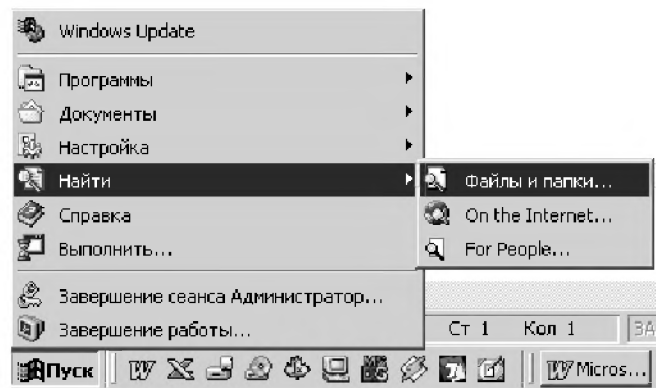
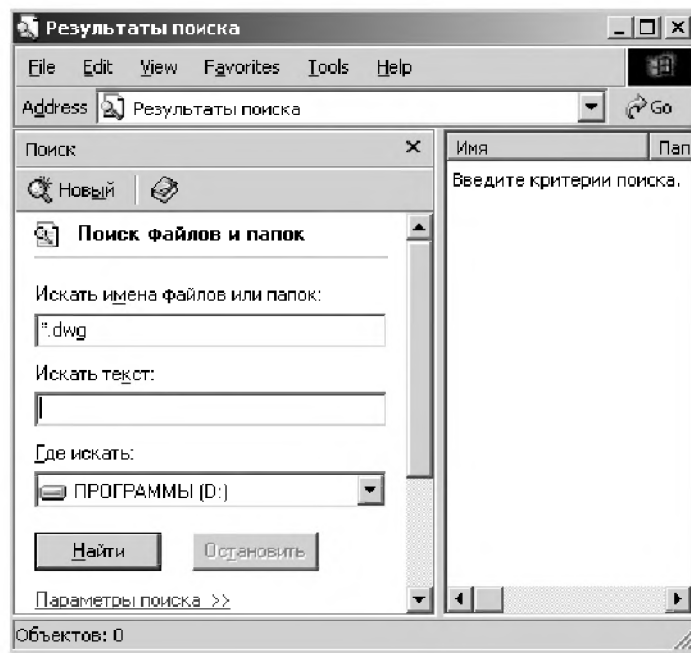

Рис. 1.6. Меню запуска программы поиска
Рис. 1.7. Диалоговое окно поиска файлов
Начнем с Рабочего стола, на примере ОС Windows 2000. Если вы работаете с другой ОС, то вы почувствуете только некоторые отличия в «картинках» на рабочем столе, но процедура поиска при этом не меняется. Щелкните мышью на панели задач по кнопке **Пуск**, когда появится меню, переместите указатель мыши на строку **Найти** и далее на строку **Файлы и папки**, см. рис. 1.6 и щелкните левой кнопкой мыши. Откроется диалоговое окно поиска, см. рис. 1.7. В этом диалоговом окне следует ввести определенные критерии поиска. В данном случае следует ввести в окно «Искать имена файлов или папок» текст «*.dwg» (звездочка, точка, dwg), а в окне «Где искать», щелкнув по кнопке , установить имя логического диска, на котором предполагается произвести поиск. Например, «Локальный диск (D)». Отметим, что «звездочка» введенная в окне «Искать ...», показывает, что мы хотим найти файлы с любыми именами. Если вам потребуется найти файл